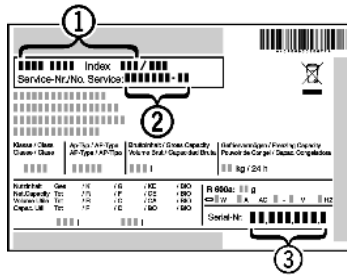

Fig. 55
- ▶ Считать обозначение устройства Fig. 55 (1), сервисный номер Fig. 55 (2) и серийный номер Fig. 55 (3) с заводской таблички. Заводская табличка находится внутри устройства слева.